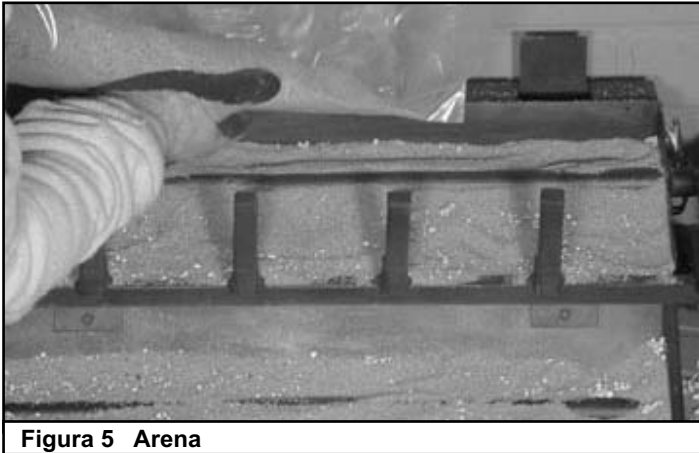

Figura 5 Arena
- Vierta arena en las bandeja del quemador hasta que el tubo del quemador esté cubierto. Vea la figura 5. Nivele la arena de derecha a izquierda para garantizar que el patrón de las llamas sea parejo. En este momento la bandeja debe estar media llena. Asegúrese de no cubrir el montaje del piloto.
- Vierta vermiculita en cada bandeja del quemador hasta que cada bandeja esté completamente llena. Nivele la vermiculita de derecha a izquierda para garantizar que el patrón de las llamas sea parejo. Vea la figura 5.